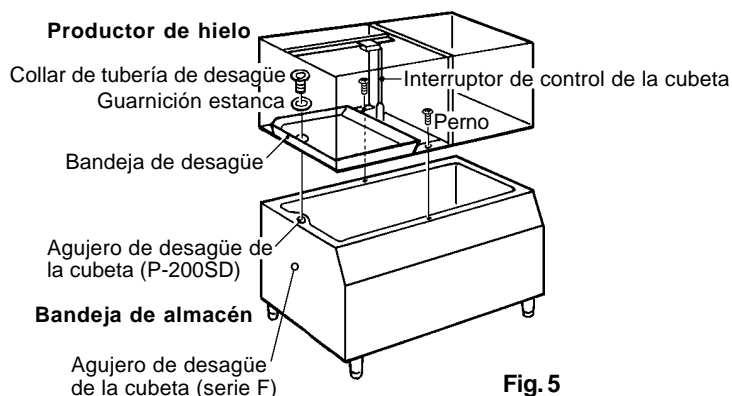

Fig. 5
- 5) Colocar el productor de hielo sobre la cubeta de almacén. Se tendrá cuidado de no dañar el bastidor del productor ni el interruptor de control de la cubeta. Véase la Fig. 5
- 6) Asegurar el productor de hielo con los dos pernos suministrados. Véase la fig. 5.
- 7) Alinear el agujero de desagüe de la cubeta de almacén y el de la bandeja de desagüe. Introducir la guarnición estanca (accesorio de la cubeta) y apretar el collar de la tubería de desagüe (accesorio de la cubeta). Véase la fig. 5.